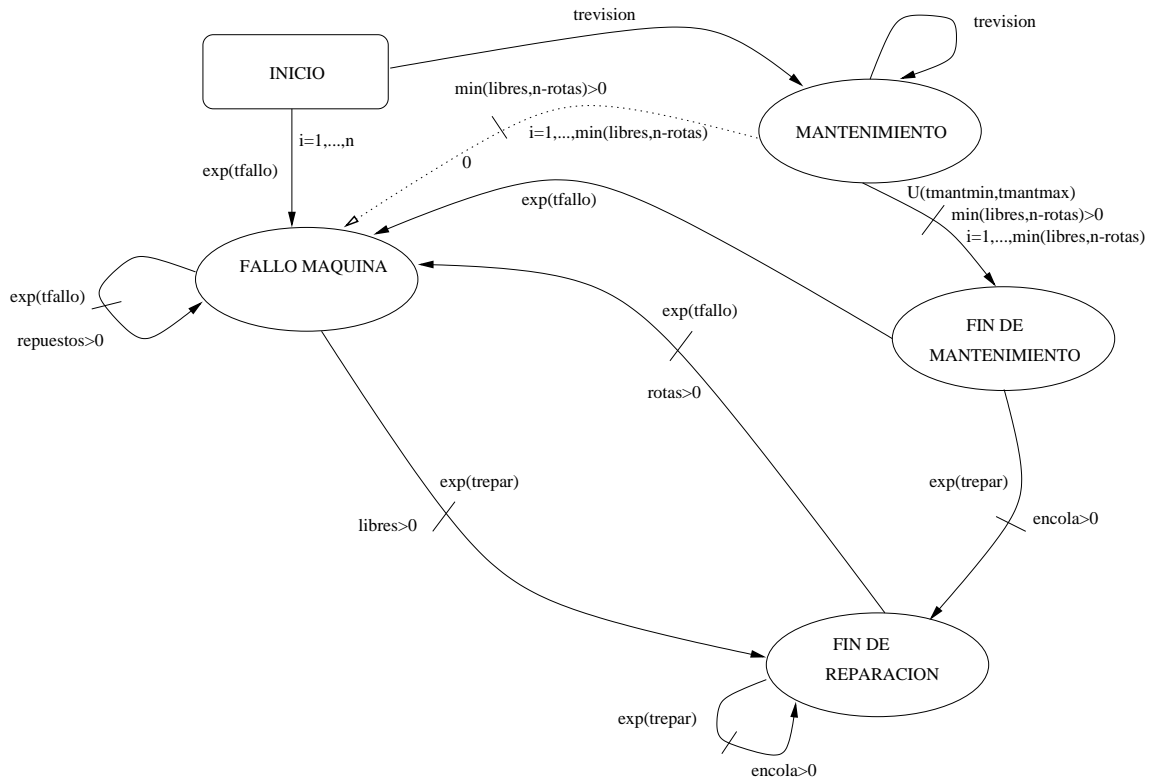

Figura 1.3: Grafo de sucesos reducido del nuevo modelo.
- Modificad el modelo de simulación construido anteriormente para adaptarlo a la nueva situación. El nuevo grafo de sucesos (ya reducido) se representa en la figura 1.3. Especificad las variables de estado, así como las nuevas rutinas de sucesos que sean necesarias. Construid el programa correspondiente.